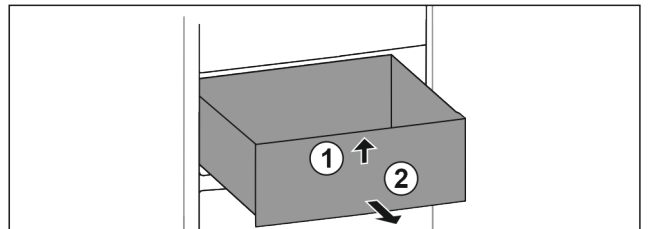

Fig. 131
- ▶ Schubfach vorne anheben. Fig. 131 (1)
- ▶ Schubfach nach vorne entnehmen. Fig. 131 (2)